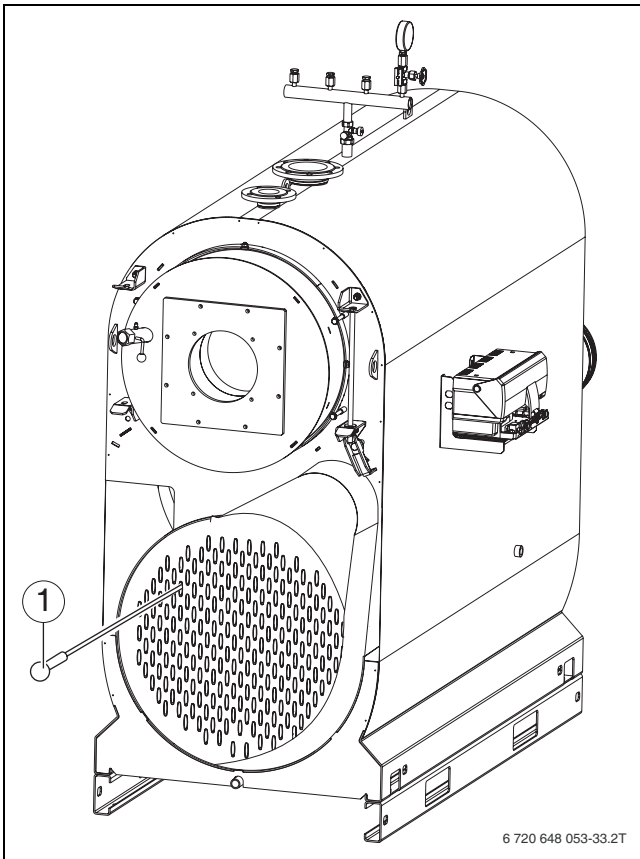

Fig. 30 Pulire il collettore fumi
- ▶ Pulire con una spazzola tubi di scambio termico secondario (→ fig. 30, pag. 42).